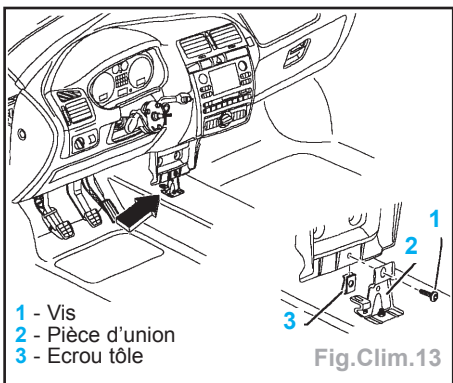

Fig.Clim.13
- La pièce d'union doit avoir été démontée (Fig.Clim.13).